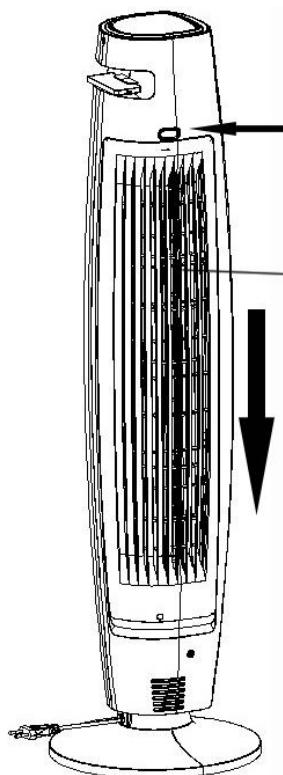

Fig. 1
- 1) Premere il pulsante "PUSH" per rimuovere la griglia di ingresso dell'aria (a) (Fig. 1).